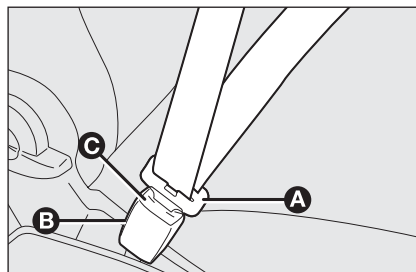

fig. 1
Per allacciare le cinture, impugnare la linguetta di aggancio **A**-fig. 1 ed inserirla nella sede della fibbia **B**, fino a percepire lo scatto di blocco.
*Non premere il pulsante C-fig. 1 durante la marcia.*